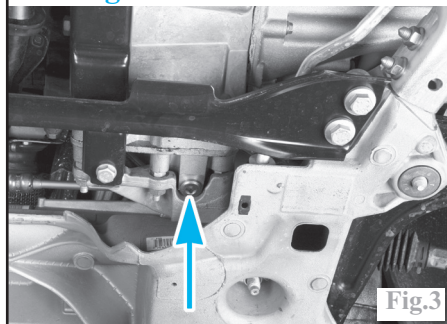

Fig.3
-la vidange de la boîte (Fig.3).